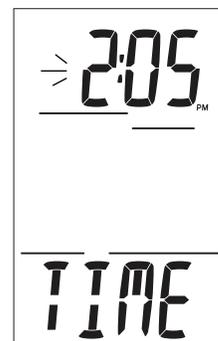
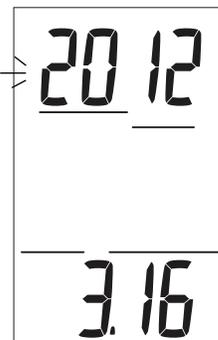

Fig. 39 - RÉGLAGE DE L'HEURE
Fig. 40 - RÉGLAGE DE LA DATE
**Réglage de l'heure** : paramètres affichés (fig. 39)
- A (maintenu enfoncé) pour faire défiler les points de réglage de l'heure à la vitesse de 8 par seconde de 12: (AM) à 11: (PM) ou de 0: à 23: si format 24 heures, par incréments de 1: (h).
**Réglage de la date** : paramètres affichés (Fig. 40)